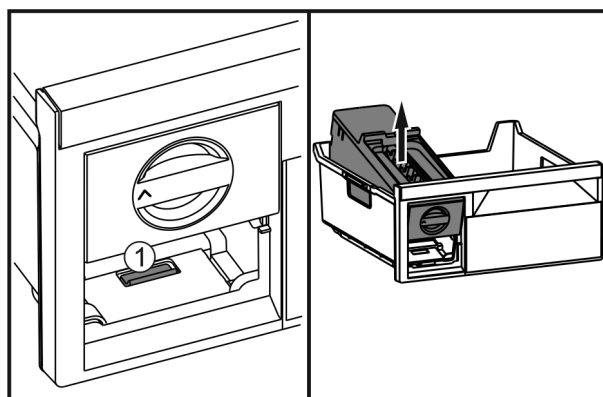

Fig. 59
- ▶ Appuyer sur la languette Fig. 59 (1), soulever l'EasyTwist-Ice depuis l'arrière et le faire sortir du tiroir de congélation.